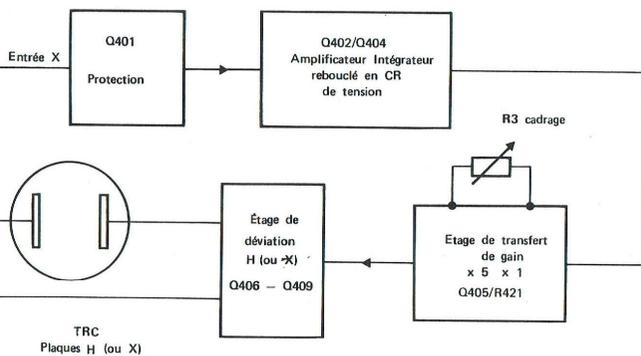

Fig. 31
4.3.5. - Amplificateur horizontal (voir Fig. 31)